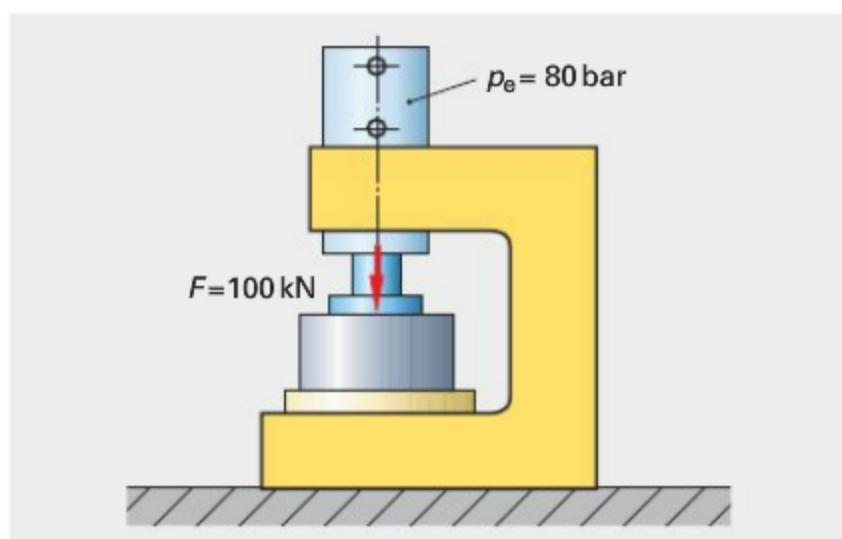

Bild 1: Hydraulische Presse
- 9 Für die Vorschubsteuerung (Bild 1, Seite 540) ist eine Liste mit den Namen der Bauelemente zu erstellen.